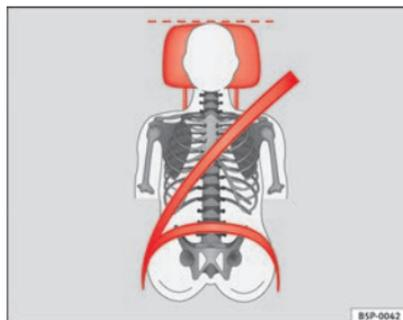
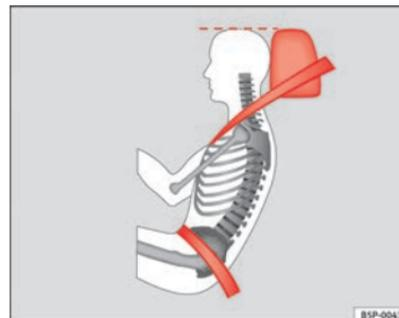

Fig. 69 Vue de face : appuie-tête et ceinture réglés correctement
Fig. 70 Vue de côté : appuie-tête et ceinture réglés correctement
- Ajustez l'appuie-tête de sorte que le bord supérieur de celui-ci soit à la même hauteur que la partie supérieure de la tête, et au minimum à la hauteur des yeux ⇒ fig. 69 et ⇒ fig. 70.